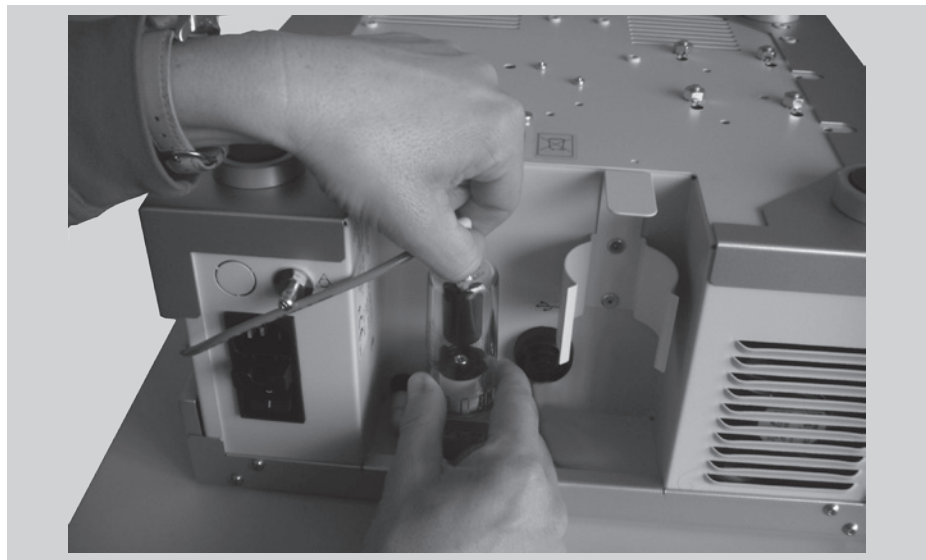

Bild 4-4 Filtergehäuse abschrauben
- Entfernen Sie das Druckfiltergehäuse. Dieses lässt sich problemlos von Hand abschrauben (Bild 4-4).